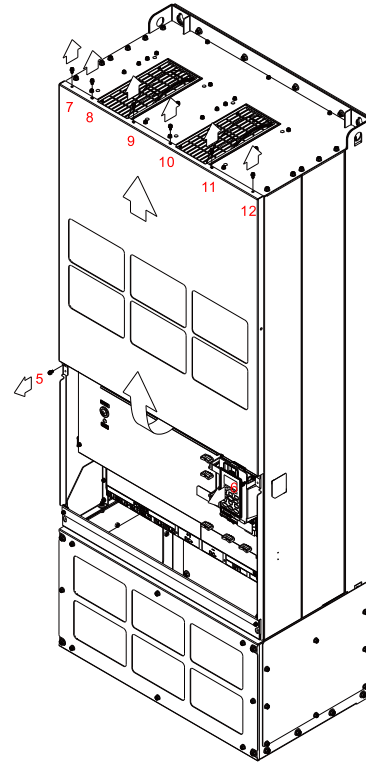

Рис. 2
2. Выкрутите винты 5–12 и снимите крышку (Рис. 2).